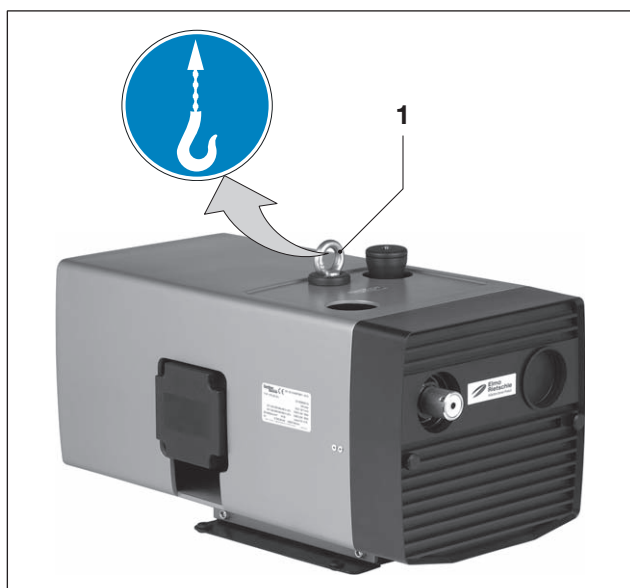

Рис. 1 Поднятие и транспортировка
- a) Затянуть рым-болт (рис. 1/1).